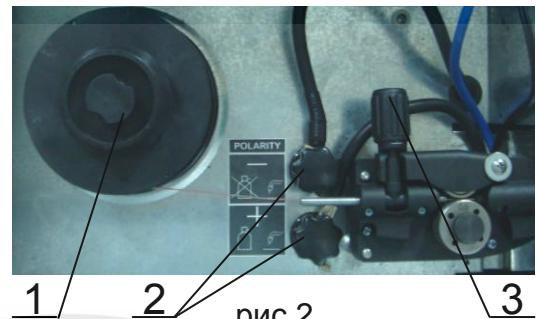

рис.2
1. Установить катушку со сварочной проволокой в подающий механизм (рис. 2 поз. 1)
3. Убедиться в том, что прижимной ролик (рис. 2 поз. 3) зажат не слишком сильно. Чрезмерный прижим приведет к преждевременному износу прижимного ролика.
\*Примечание: при необходимости использования обратной полярности следует поменять местами провода на клеммах (рис. 2, поз. 2).